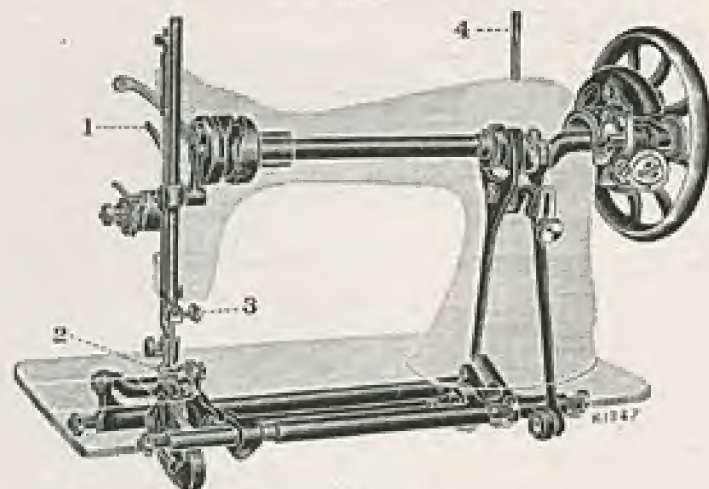

Fig. 2
Nachdem man sich mit der Bewegung des Trittes vertraut gemacht hat, setze man das Schwungrad fest, durch von sich drehen der Auslösungsschraube und lege ein Stück Kaliko oder Stoff unter den Presserfuss (2, Fig. 2).
Nun lasse man den Presserfuss durch den Presserstangenhebel (1, Fig. 2) herunter und setze die Maschine uneingefädelt wieder in Bewegung bis man sich an die Führung des Stoffes gewöhnt hat.
Man bringe die Nadelstange auf ihren höchsten Punkt und löse die Schraube (3, Fig. 2), nehme die Nadel mit der flachen Seite nach dem Schwungrad zeigend, in die linke Hand, stecke sie soweit als möglich in die Nadelklammer (10) und ziehe die Schraube an.
Man löse das Schwungrad aus, indem man die Auslösungsschraube (siehe Fig. 1) gegen sich dreht und stecke die Fadenspule auf den Spulenstift (4, Fig. 2) ziehe das Ende des Fadens durch die